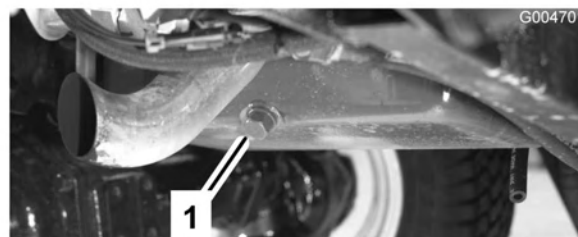

Figura 50
1. Retire o tampão de escoamento (Figura 50) e deixe o óleo escorrer para um recipiente adequado. Quando o óleo parar, volte a montar o tampão de escoamento.